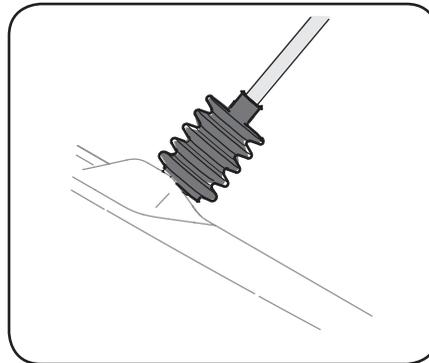

Figura 2-14
6. Deslice el fuelle de goma sobre la junta universal. Consulte la Figura 2-14.